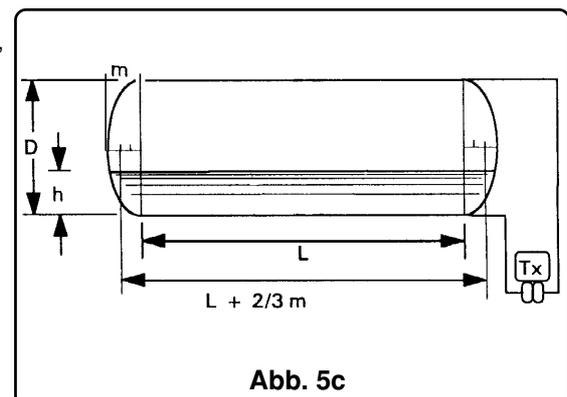

Abb. 5c
c) Zylindrische Behälter mit elliptischen oder pseudoelliptischen Böden (siehe Abb. 5c). Der Messumformer misst die gesamte Höhe des Behälters.